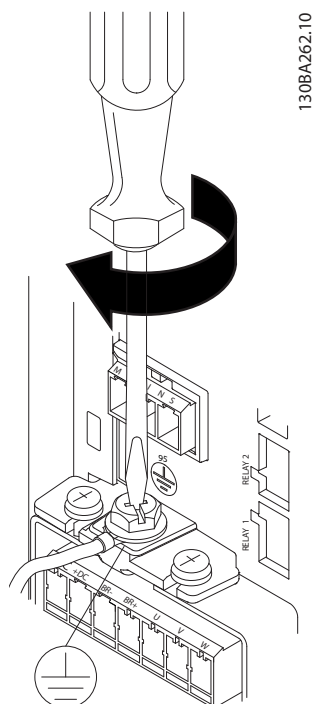

Рисунок 3.9 Подключение заземляющего кабеля
2. Подключите заземляющий кабель, как показано на Рисунок 3.9.